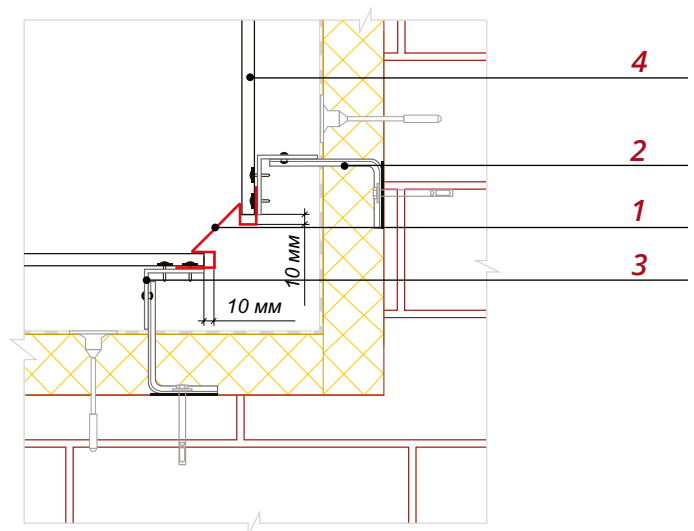

Рис. 8
- На внутреннем угле фасада необходимо установить два крепежных кронштейна **2** и крепежные профили **3** так, чтобы можно было закрепить Планку угла внутреннего **1** и примыкающие к ней панели **4** (рис.8).
- Закрепите Планку угла внутреннего к крепежным профилям, предварительно выставив ее по уровню см. схему на рис.8.